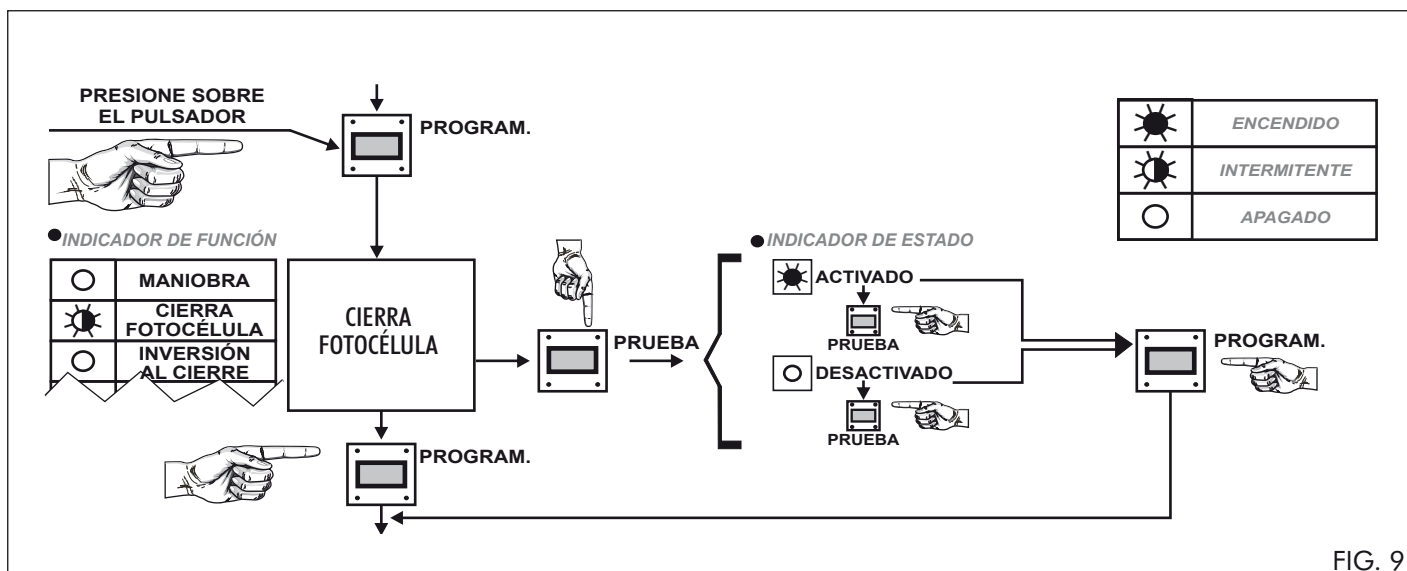

FIG. 9
3.5.1. Presione la tecla «PROGRAM» hasta que el indicador de función **CIERRA FOTOCÉLULA** se encienda intermitentemente (ver fig. 9).
3.5.2. Presione sucesivamente la tecla «PRUEBA» (ver fig. 9) hasta alcanzar la opción deseada.